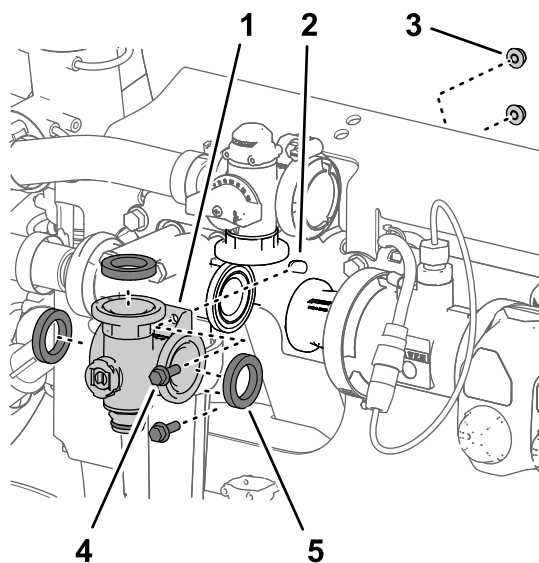

Figura 109
4. Rimuovete il collettore della valvola dell'agitatore e le guarnizioni dalla macchina (Figura 109).